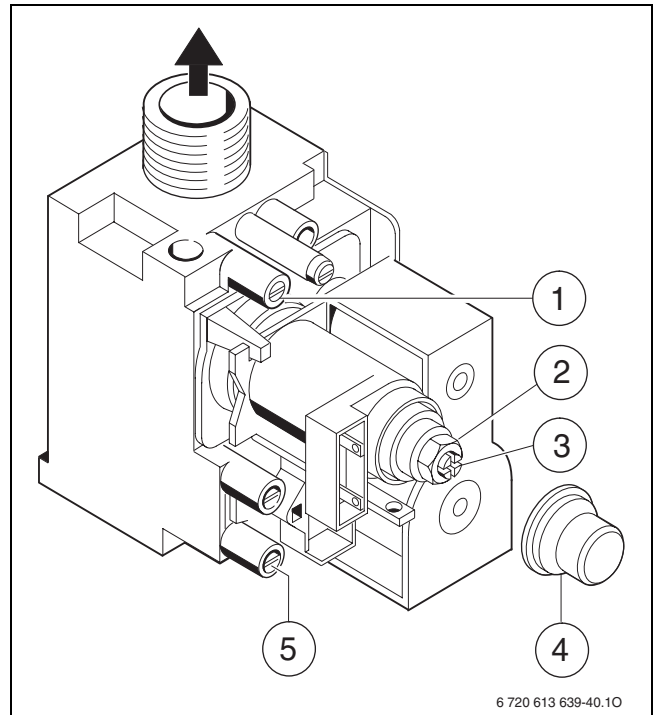

Bild 50 Gasarmatur
- ▶ Dichtschaube am Mess-Stutzen für Düsendruck (→ Bild 50, [1]) lösen und U-Rohrmanometer anschließen.
- ▶ Abdeckung (→ Bild 50, [4]) entfernen.
- ▶ Für „max“ angegebenen Düsendruck (mbar) aus Tabelle Seite 72 entnehmen. Düsendruck über Einstellschraube max. Gasmenge (→ Bild 50, [2]) einstellen. Rechtsdrehung mehr Gas, Linksdrehung weniger Gas.
- ▶ Für „min“ angegebenen Düsendruck (mbar) aus Tabelle Seite 72 entnehmen. Düsendruck über Einstellschraube min. Gasmenge (→ Bild 50, [3]) einstellen.
- ▶ Dichtschaube am Mess-Stutzen für Gas-Anschlussfließdruck (→ Bild 50, [5]) lösen und Druckmessgerät anschließen.
- ▶ Für „max“ angegebene Gasdurchflussmenge aus Tabelle Seite 72 entnehmen. Gasdurchflussmenge über Gaszähler an Einstellschraube max. Gasmenge (→ Bild 50, [2]) einstellen. Rechtsdrehung mehr Gas, Linksdrehung weniger Gas.
- ▶ Für „min“ angegebene Gasdurchflussmenge aus Tabelle Seite 72 entnehmen. Gasdurchflussmenge über Gaszähler an Einstellschraube min. Gasmenge (→ Bild 50, [3]) einstellen.